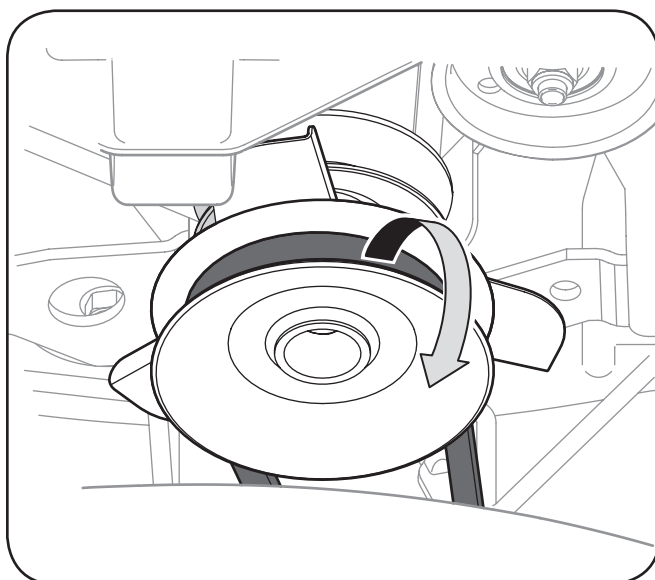

Figura 7-2
4. Retire la correa de la polea alrededor de la toma de fuerza del tractor. Ver Figura 7-2.
3. Quitar la correa de la cubierta de todo PTO polea de la unidad la unidad como se muestra en la Figura 7-2. Simplemente coloque un lado de la correa de la polea y el trabajo que fuera de la polea, continuando alrededor de la polea hasta que la correa está fuera de la polea.
4. Tire de la correa hacia la parte trasera de la unidad, tirando de él a través y fuera del soporte de cinturón de guardián, que se muestra en la Figura 7-2.